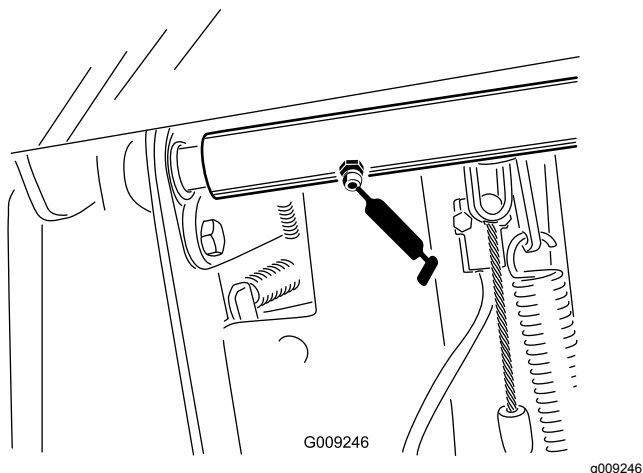

Figura 59
- Cojinetes del eje de pivote del pedal de freno (2) (Figura 59)